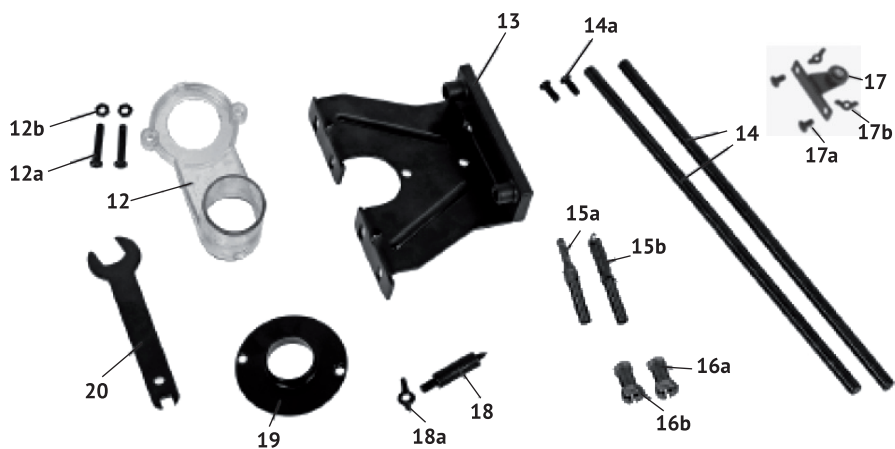

рис.2
- параллельный упор (рис.2 поз.13) с осями (рис.2 поз.14) позволяет обрабатывать изделие на определённом расстоянии от прямолинейного края заготовки (фрезерование пазов, канавок, сверление отверстий и т.п.);
- роликовая направляющая (рис.2 поз.17), закреплённая на параллельном упоре (рис.2 поз.13), позволяет производить фрезерование на равном расстоянии от края заготовки любой конфигурации (прямолинейная, криволинейная, угловая);
- острière циркуля (рис.2 поз.18), закреплённое на параллельном упоре, даёт возможность обработки заготовки по окружности, дуге;
- направляющая втулка (рис.2 поз.19), позволяет фрезерование заготовки
Пластиковый патрубок пылеотвода (рис.2 поз.12) позволяет подключить пылесос для удаления стружки из зоны фрезерования.